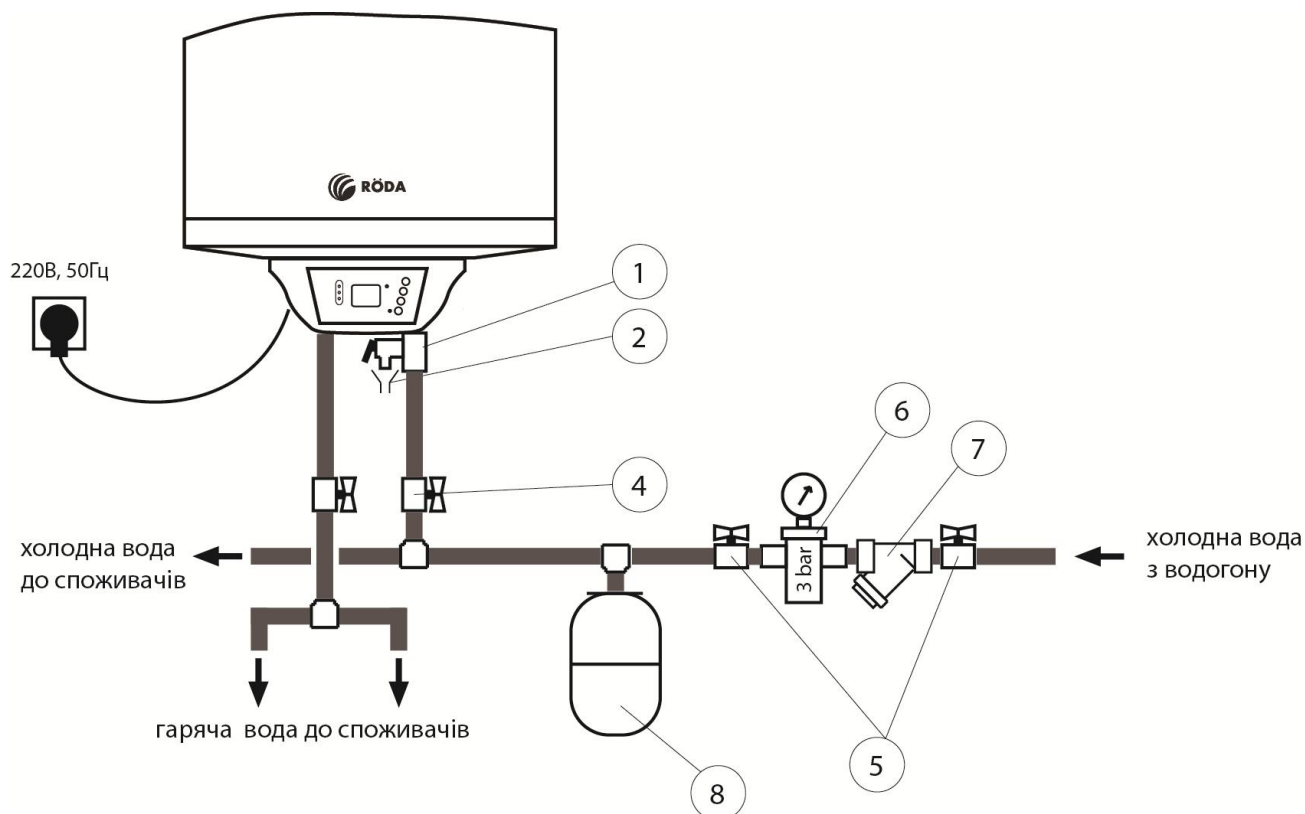

Рис.4 – Схема підключення до водогону
До патрубку викиду води з запобіжного клапану слід підключити гнучку трубку та вивести її до каналізації. При перевищенні максимального робочого тиску води в водонагрівачеві, запобіжний клапан відкриється та зіллє деяку кількість води в каналізацію. При цьому тиск у водонагрівачеві зменшиться. Запобіжний клапан захистить ваш водонагрівач від виходу із ладу при перевищенні тиску. Запобіжний клапан також виконує функцію зворотнього клапану, він не дозволяє воді з приладу витікати в мережу холодного водопостачання. Тому встановлювати запобіжний клапан потрібно тільки на вході холодної води під нагрівачем, як показано на рис. 4.
Відсічні крани 4 (див рис.4) призначені для відключення водонагрівача при проведенні робіт з ремонту або технічного обслуговування.
- Під час нагріву води з отвору викиду води запобіжного клапана може надходити вода. Це нормальне явище. Однак, у випадку великих витоків слід зв'язатися з фахівцями з технічного обслуговування. Отвір викиду води із запобіжного клапана ні за яких обставин не повинен бути заблокований, в іншому випадку це може призвести до виходу водонагрівача з ладу. При частому спрацюванні запобіжного клапана необхідно проконтролювати тиск холодної води на вході і якщо він перевищує 3 бари встановити редуктор тиску та розширювальний бак (див рис.4).